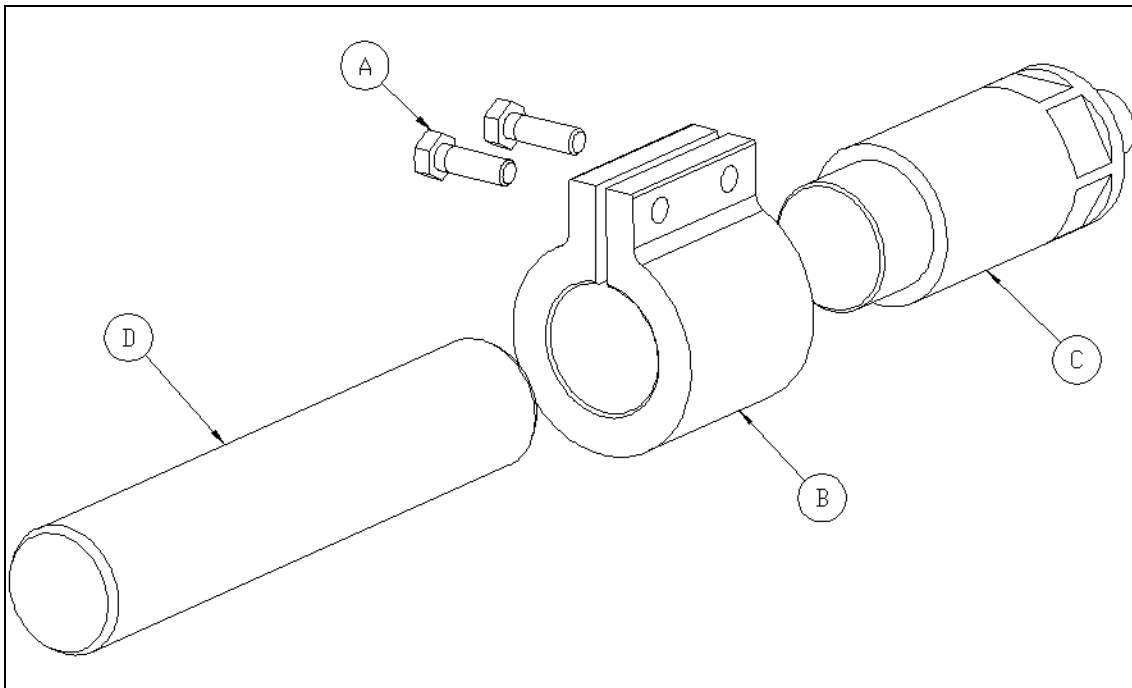

ABBILDUNG 4.4.1
Die Keramikkolben (Abbildung 4.4.1) sind über eine Backe (B) befestigt: für den Ausbau die Befestigungsschrauben (A) der Backe aufschrauben (A) und den Kolben von der Verlängerung (C) wegnehmen. Um die Backe leichter zu öffnen kann einer der Schrauben in die mittlere Öffnung der Backe eingesetzt werden.
Nachdem der Flansch mit der Packung und dem Kolben an den Stiftschrauben und auf den entsprechenden Zentrierungen befestigt wurde, kann jeder Kolben über die Backe (Pos. B, Abbildung 4.4.1) an seinem Leitkolben befestigt werden, achten Sie dabei auf die korrekte Verschraubung der Befestigungsschrauben (Drehmoment $7 \div 8 \text{ N*m}$).
Nachdem die Muttern der Packungsflansche angeschraubt sind (Einzelheiten siehe Abschnitt 4.4.2) wie folgt fortfahren (Abbildung 4.4.1):
- *die Kolbenbacke ausbauen (Abbildung 4.4.1 Pos. B), dazu die Schrauben (Abbildung 4.4.1 Pos. A) lockern; eventuell eine der beiden Schrauben in die mittlere Öffnung der Backe einsetzen um diese zu lockern;*
- *die Befestigungsmuttern (N) des Flansches der Packung (E) abschrauben und den Flansch wegnehmen;*
- *den Packungsflansch (F) zusammen mit den Kolben herausnehmen, dazu eventuell eine Hebelkraft auf den Flansch (F) ausüben (F);*
- *die Packung (H + R + M + L) und den Kolben (G) vom Flansch (F) abnehmen.*